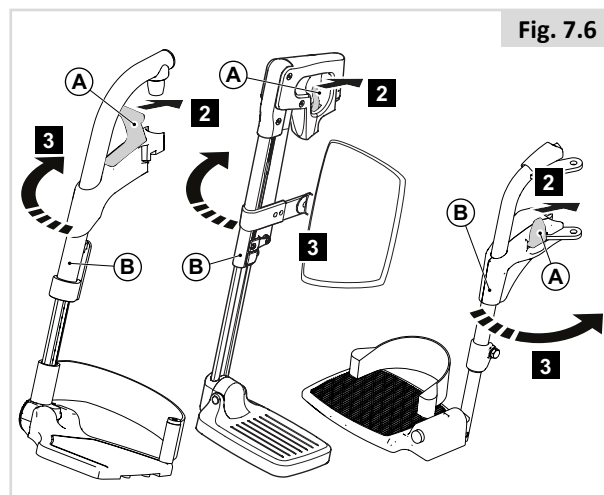

Fig. 7.6
7.5 Reposapiés abatibles (Fig. 7.6)